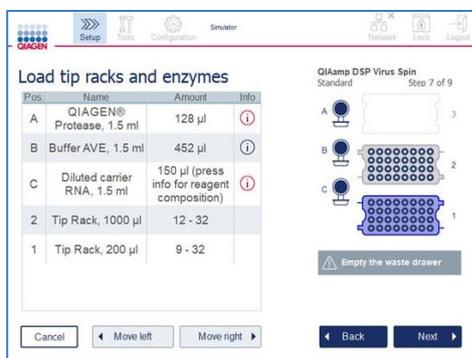
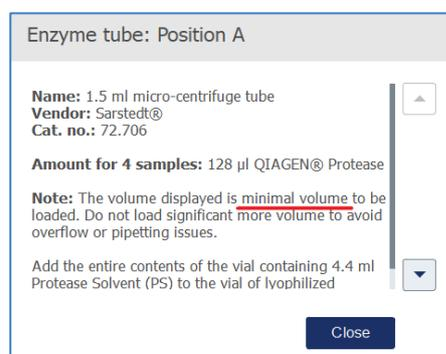

Figure 1 – Écran Run Set-Up (Exécution de la configuration).
Figure 2 – Affichage de l'écran après avoir appuyé sur ⓘ.
Ce problème est lié aux informations données lors de la configuration de l'exécution, qui servent à guider l'utilisateur dans les volumes de réactifs à ajouter au tube. Pendant l'étape « Load tip racks and enzymes » (Charg. tip racks et enzymes) de la configuration de l'exécution, les utilisateurs peuvent accéder à des informations plus détaillées en cliquant sur le bouton **Info** ⓘ, comme indiqué dans la Figure 1. L'écran passe ensuite à un écran semblable, comme indiqué dans la Figure 2, contenant l'information qu'un **volume minimum** doit être ajouté au lieu du volume exact, comme décrit dans la Figure 1.
Si un utilisateur comprend mal l'instruction sur l'écran d'information (Figure 2) et pipette plus que le volume recommandé sur l'écran d'exécution de la configuration (Figure 1), il est possible que les tubes contiennent alors trop ou pas assez de réactif. Cela peut donner un échantillon trop dilué, pas assez dilué ou incorrectement lysé, ce qui affecterait le traitement en aval et donnerait un résultat faux négatif ou faux positif, si le problème du processus de préparation des échantillons n'est pas détecté.
1. Suivez les instructions sur l'écran initial du menu d'exécution de la configuration (Figure 1) et veillez à ce que le volume décrit sur l'écran d'exécution de la configuration soit respecté avec un volume réel uniquement.
Il est conseillé au personnel de laboratoire et aux cliniciens de tenir compte des résultats de test précédents d'un patient, d'autres tests de diagnostic, de l'anamnèse et de l'état clinique actuel s'ils ont suivi les informations données sur le 2^e écran (Figure 2) et ajouté plus que le volume prescrit de réactif indiqué sur l'écran d'exécution de la configuration initial (Figure 1).
QIAGEN a évalué le risque de survenue du problème pendant l'utilisation de routine du protocole concerné et a déterminé que cette notification doit être fournie à tous les clients afin de garantir qu'ils savent qu'ils doivent suivre les informations sur l'écran dans la Figure 1 et ignorer la déclaration de « volume minimum » sur l'écran 2. Une fois que le client a connaissance du problème, cela permettrait d'éviter les risques décrits dans la présente communication.